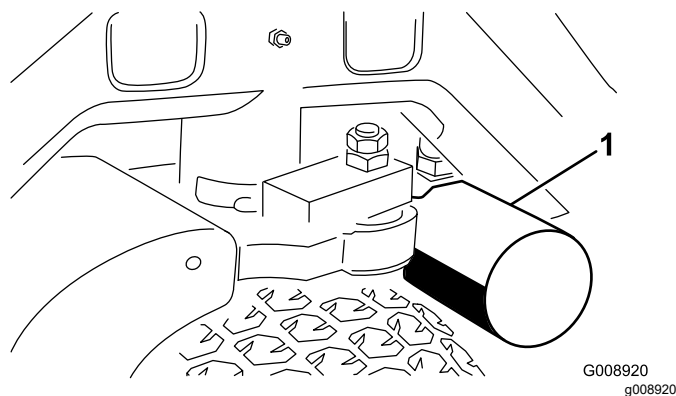
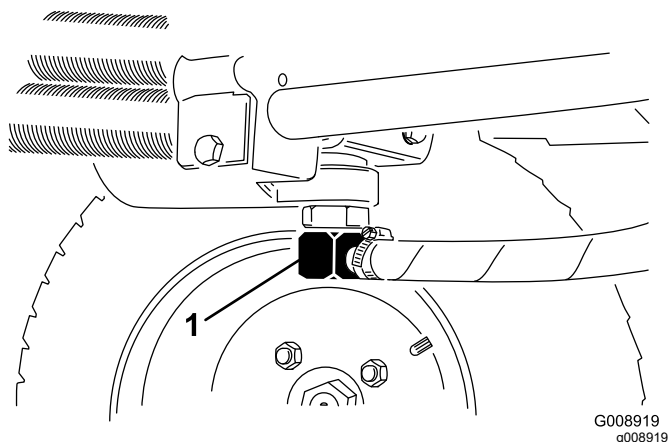

Figure 64
Figure 65
3. Nettoyez la zone autour de la surface de montage du filtre. Placez un bac de vidange sous le filtre (Figure 64) et enlevez le filtre.
2. Débranchez la conduite hydraulique (Figure 65) ou enlevez le filtre hydraulique (Figure 64) et laissez couler l'huile dans un bac de vidange. Rebranchez la conduite hydraulique quand la vidange est terminée.